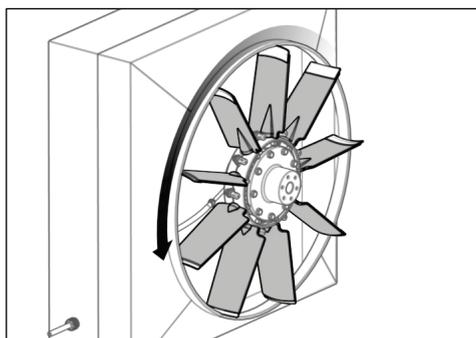

Fig. 34
- 29) Ruotare manualmente la ventola (vedi Fig. 34).